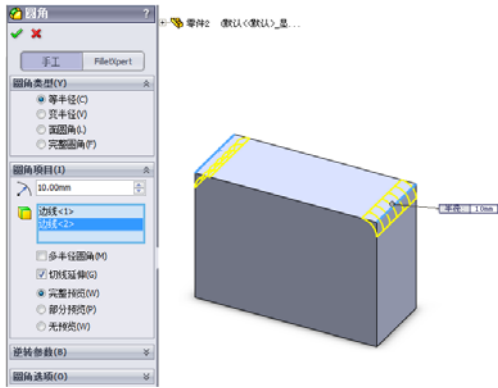

图 4-18 [圆角] 属性管理器
- 2. 在出现的 [圆角] 属性管理器中选择 [圆角类型] 为 [等半径]，如图 4-18 所示。